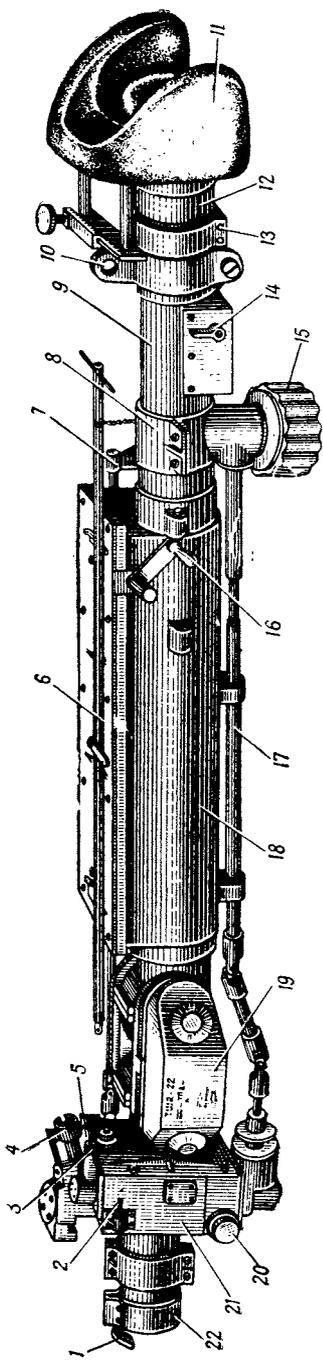

Рис. 39. Телескопический шарнирный прицел ТШ2-22:
Прицел ТШ2-22 служит для прямой наводки в цель пушки и спаренного с ней пулемета. Прицел (рис. 39) представляет собой оптическую телескопическую трубу со сменным увеличением.
1. Освободить хомут 10 (рис. 39) подвески на трубе окулярной части прицела, предварительно вывернув на один — два оборота зажимной винт хомута.
5. С помощью специального торцового ключа 6 (рис. 39) вернуть зажимной винт 4, при этом кулачок должен плотно зажать головную часть прицела на кронштейне.
Для выверки прицела по направлению необходимо, вращая выверочный винт 3 (рис. 39) ключом 6, подвести вершину центрального угольника на одну вертикаль с точкой наводки. Заканчивать выверку всегда нужно ввинчиванием выверочного винта.